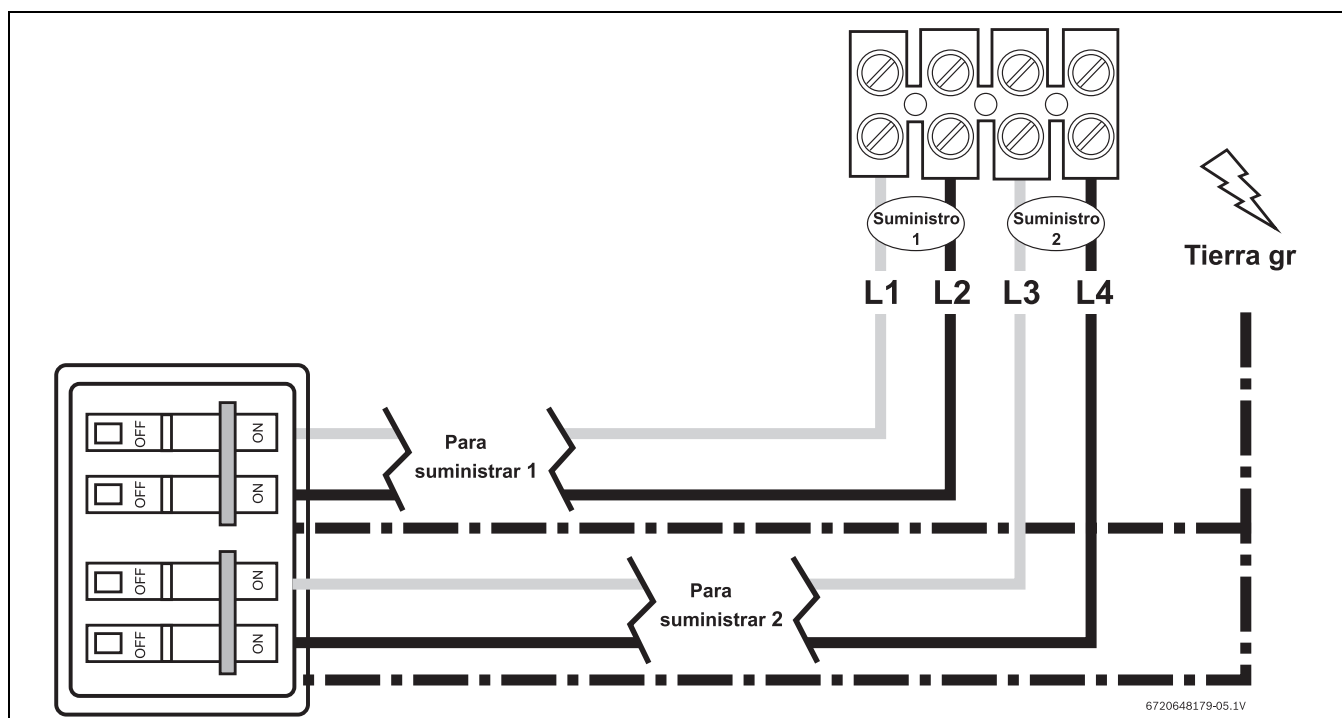
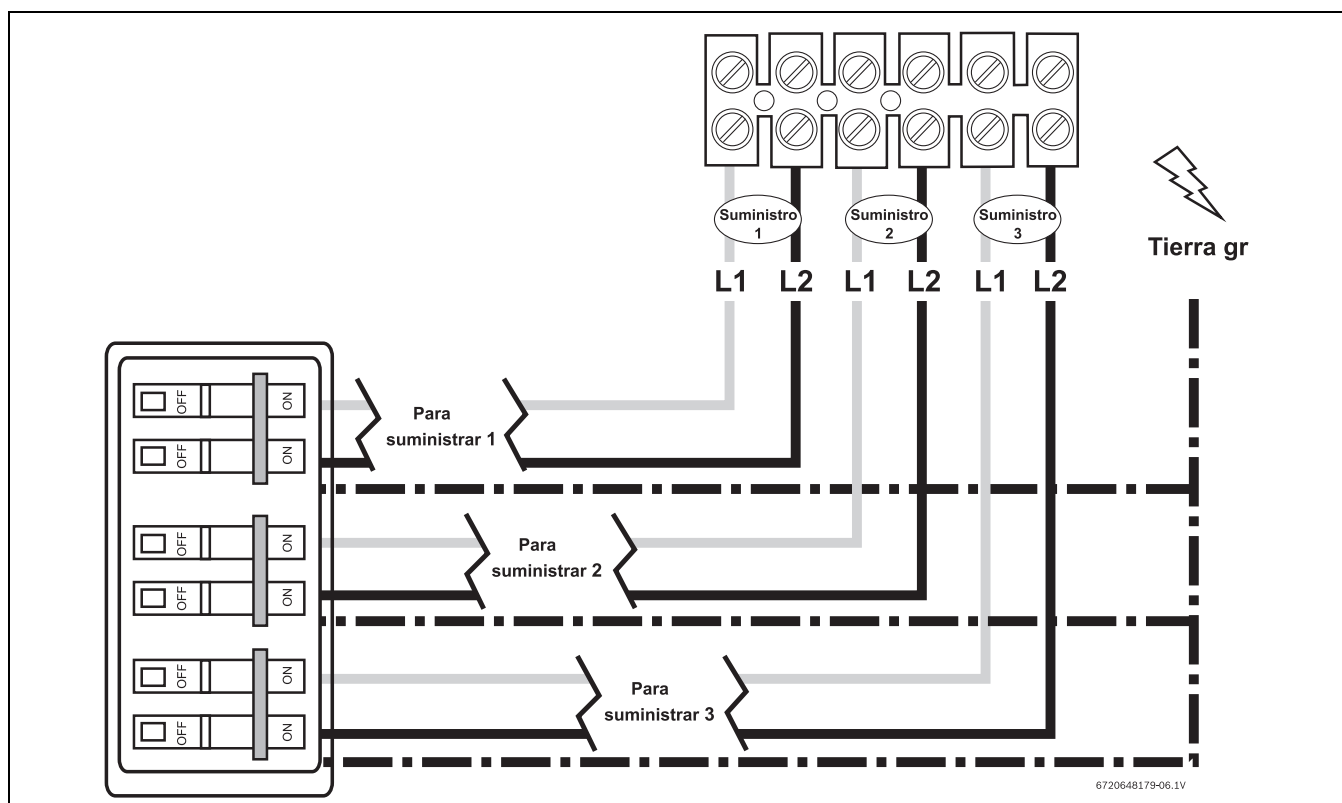

Fig. 7 AE115 conexión de la placa terminal (para EE.UU.)
Fig. 8 AE125 conexión de la placa terminal (para EE.UU.)
- Pele el aislamiento de los cables de alimentación aproximadamente ½ pulgada. Conecte los cables con corriente a las terminales marcadas "L1" y "L2." Hay dos pares de cables con corriente en los pares AE115 y tres de cables con corriente en la AE125. (Vea la Fig. 7 y Fig. 8, page 15).
- Cualquier aislamiento de los cables de tierra debe ser pelado alrededor de ¾ de pulgada. Los conductores de tierra deben estar conectados a la terminal de poste con la marca "GR". (Vea la Fig. 7 y Fig. 8, page 15).